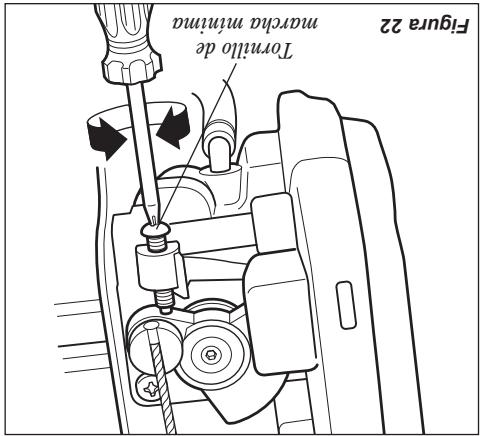

Figura 22
El motor debe retornar a marcha mínima cuando la palanca del acelerador es impulsada suavemente. La marcha mínima es estable y debe ser suficiente para permitir que el embrague del motor libre el accesorio de corte. El motor esta en marcha mínima, gireando el tornillo de ajuste de marcha mínima en el sentido contrario a las agujas del reloj. Consulte la figura 22.
3. Si tiene un tacómetro disponible, la velocidad constante a las agujas del reloj. Consulte la figura 22.